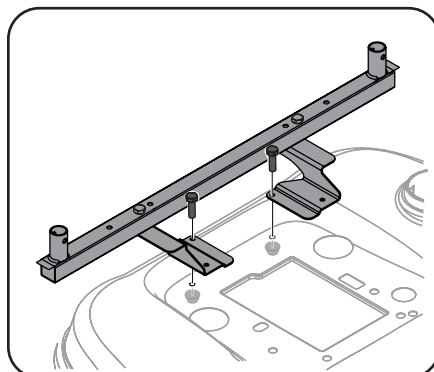

Figure 3-8
4. Utilisez deux vis à tête hexagonale (710-0376), deux rondelles (712-04063) et deux écrous (712-04063) pour installer l'ensemble du support à l'arrière du tracteur comme montré à la Figure 3-8.